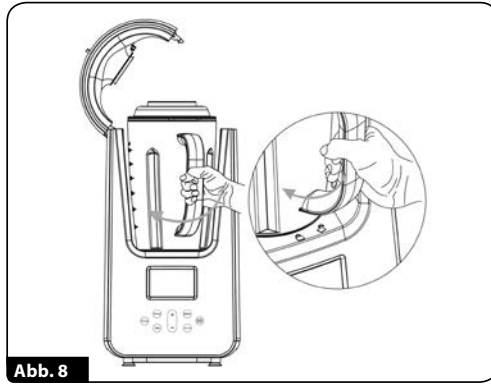
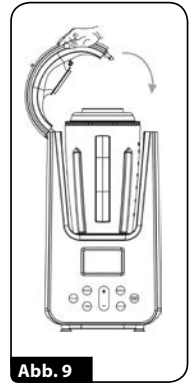

Abb. 8
Abb. 9
- Stellen Sie den Mixbehälter **7** ins Gebäude des Vakuum-Standmixers **1** rein mit dem Halter nach dem Symbol eines geöffneten Hängeschlosses gerichtet. Anschließend drehen Sie den Mixbehälter vorsichtig um, so dass der Halter auf das Symbol des geöffneten Hängeschlosses zeigt (Abb. 8). Klappen Sie den Behälterdeckel nach dem Einbau herunter, bis er einrastet (Abb. 9).